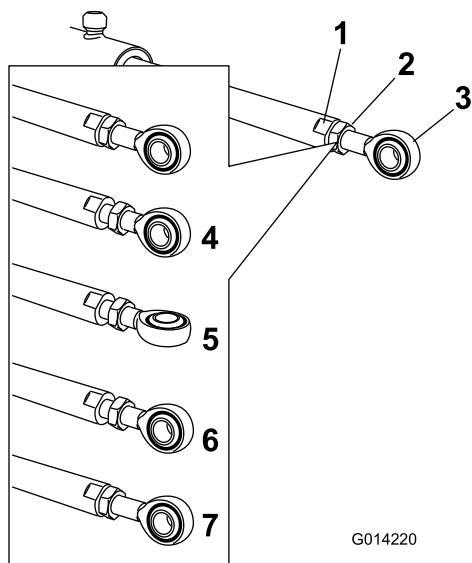

Figura 64
- Utilice una llave sobre las zonas planas del émbolo del actuador para inmovilizarlo y, a continuación, afloje la contratuerca para poder ajustar la varilla de ojal (Figura 64).
- Gire la varilla de ojal en el émbolo del actuador para acortar o alargar el actuador extendido a la posición deseada (Figura 64).